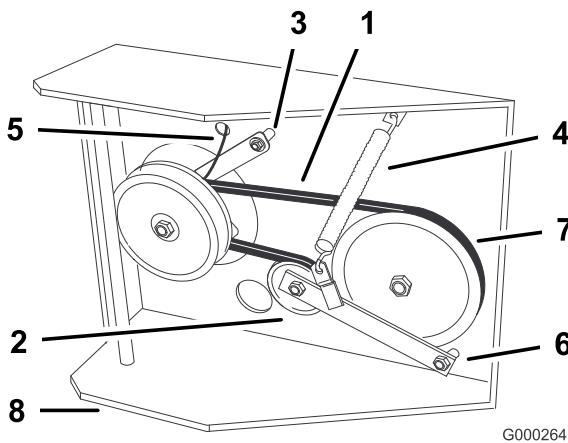

Figura 49
6. Desconecte el soporte del embrague de la carcasa del motor (Figura 49).
7. Desenganche el muelle tensor del lado del bastidor (Figura 49).
10. Apriete el perno del pivot a 47-54 Nm (35-40 pies-libra). Instale el muelle tensor entre la brazo de la polea tensora y el soporte del bastidor (Figura 49).
11. Instale el tirante del embrague en la carcasa (Figura 49)